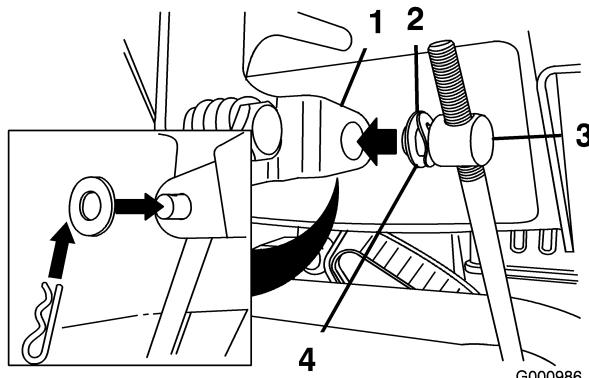

Figure 11
3. Retirez la goupille fendue et la rondelle extérieure du tourillon à l'extrémité supérieure de la tige de commande de vitesse (Figure 11).
Remarque: Pour faciliter le montage, laissez la rondelle ondulée et la rondelle plate sur le tourillon (Figure 11).
6. Soulevez la tige de commande de vitesses et insérez le tourillon dans le trou du levier sélecteur de vitesses (Figure 11).